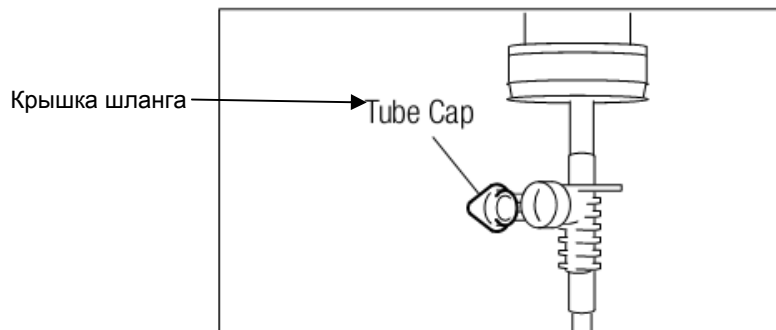

Рис. 12
- 2) Откройте крышку шланга, чтобы запустить воздух в емкость (Рис. 12).